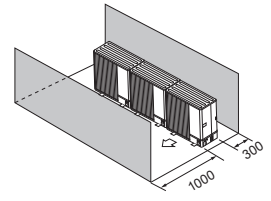

Fig. 2-15
- (4) Obstrucții sau suprafețe închise numai în față și în spate (Fig. 2-15)